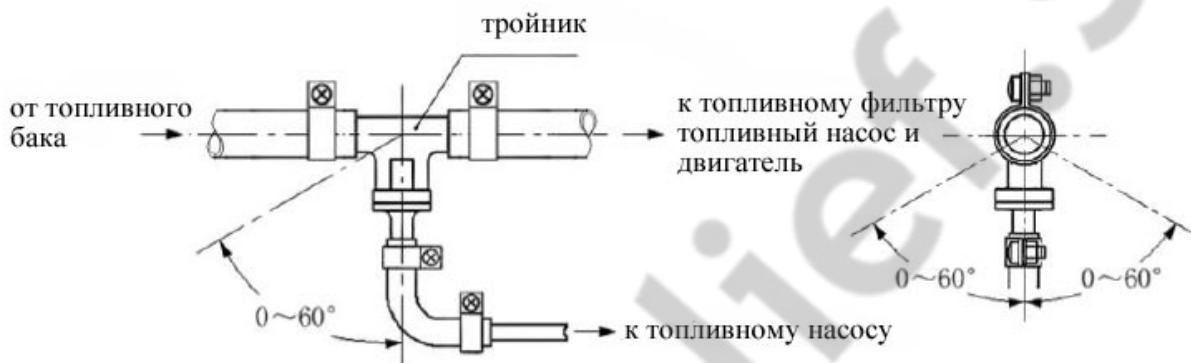

Рис. 16
4.4.6.2 Если топливо поступает из топливной трубы двигателя, трубка от топливного бака до топливного фильтра должна быть отсоединена и заменена на более толстую и соединена с переводным тройником, который соединяет тонкой трубкой топливный насос печки через фитинг масляной трубы и топливную трубку. Чтобы не нарушать нормальный режим работы угол установки должен соответствовать Рис. 16. После установки двигатель транспортного средства должен быть запущен и выключен через 1 минуту для того чтобы выгнать воздух из трубы подачи топлива.